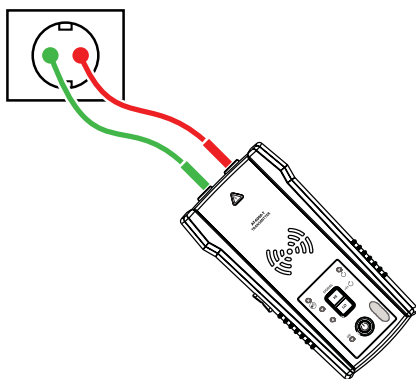

Figura 3.2a
3. Collegare il puntale rosso e verde ai cavi di linea/fase e neutro della stessa presa o cavo (vedi figura 3.2a).